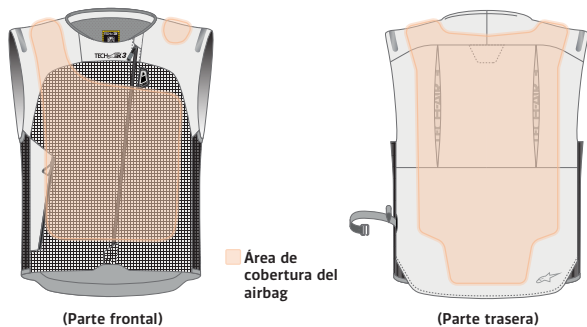

Imagen 2: Área de cobertura del airbag
El Sistema proporciona protección contra impactos, para aquellas zonas que se muestran en la Imagen 2, al usuario (tanto como piloto como pasajero) que lo lleve puesto en caso de accidente u otros eventos desencadenantes. Tenga en cuenta que existen limitaciones en la protección que puede proporcionar, tal y como se explica más adelante en este manual de usuario (véase la Sección 3.2 y la Sección 4 "Limitaciones de uso").
**¡ADVERTENCIA! El Sistema brinda una protección limitada contra los impactos por las fuerzas ejercidas en las zonas de cobertura del airbag, tal como se muestra en la Imagen 2. No se garantiza que el Sistema evite lesiones (inclusive lesiones severas o mortales) dentro y/o fuera de las zonas cubiertas por el airbag o contempladas dentro del Envelope of Protection.**